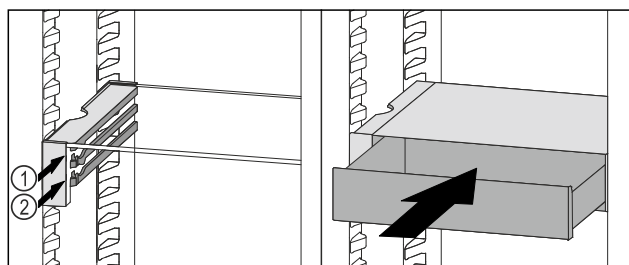

Fig. 121
- ▶ Nasad'te zásuvku VarioSafe za zářezky na požadovaném žebře Fig. 121 (1) nebo Fig. 121 (2).